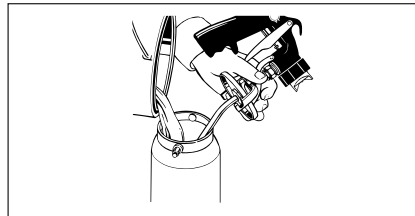

Figure 7 - Remplir le récipient de peinture
- Verser le matériel dans le récipient de peinture. Remplir seulement 1/2 à 3/4 de plein si la dilution est exigée. (Voir Figure 7). Se référer à la carte de matériel ci-dessous pour instructions de dilution.